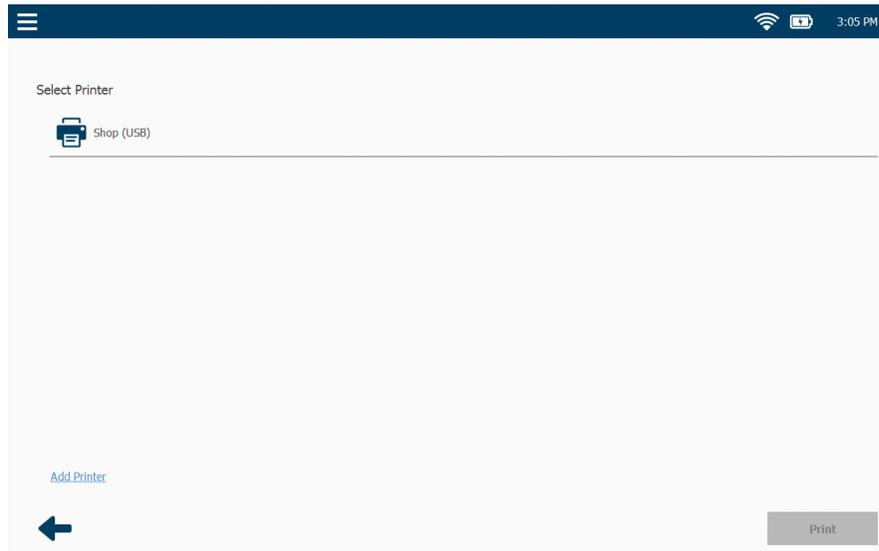

Figure 5.7 Écran Sélectionner une imprimante
- Touchez **Print** pour envoyer le rapport vers une imprimante en utilisant l'écran Select Printer (Figure 5.7).